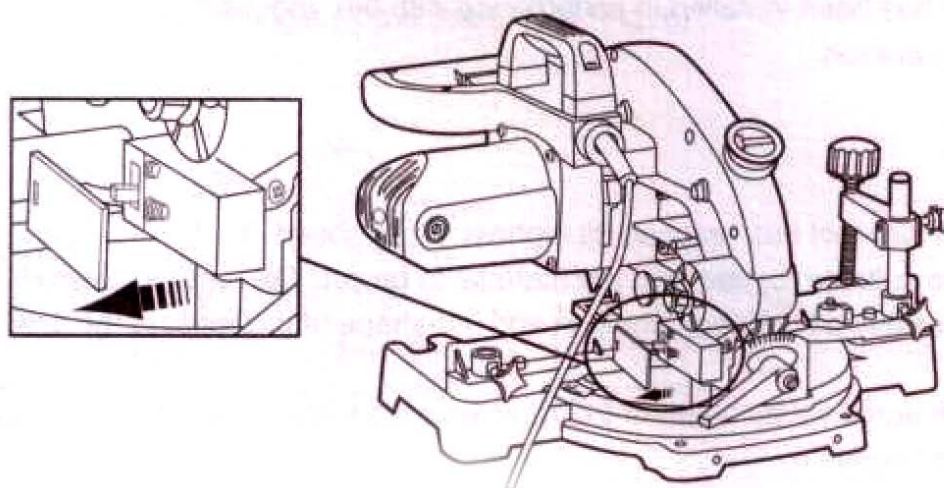

Рис. 2
1. Убедитесь в том, что переключатель лазера ON/OFF (29) находится в положение ВЫКЛ.
2. Затем откройте батарейный отсек (28). Для этого снимите крышку батарейного отсека (рис. 2).
3. Вставьте две батарейки типа AAA (40). Обратите внимание на полярность.
4. Закройте батарейный отсек (28) крышкой.